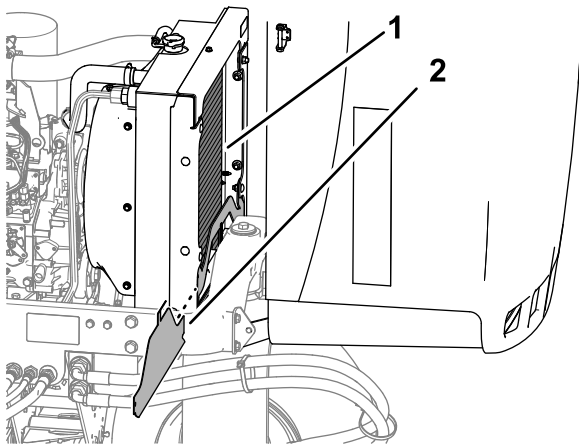

Figure 82
4. Déposez la protection inférieure du radiateur (Figure 82).
5. Nettoyez soigneusement les deux côtés du radiateur avec de l'eau ou de l'air comprimé (Figure 82).